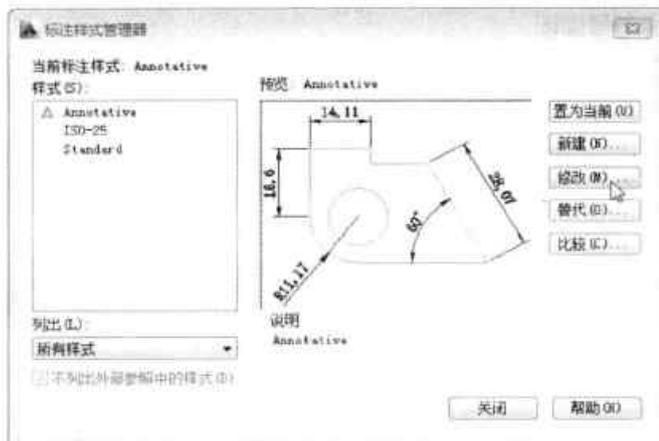

图9-40 单击“修改”按钮
Step 01 执行“注释>标注”命令，打开“标注样式管理器”对话框，选中一款标注样式，单击“修改”按钮，如图9-40所示。